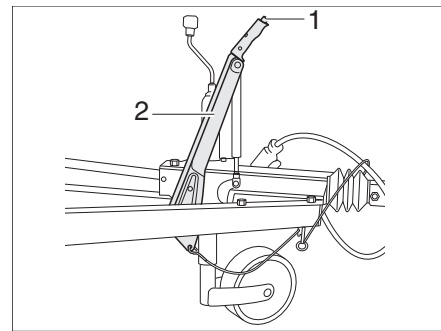

Fig. 14 Alternativa: Freno de retención
- Para soltarlo, apretar el botón de seguridad (Fig. 14,1) y bajar la palanca de freno (Fig. 14,2).